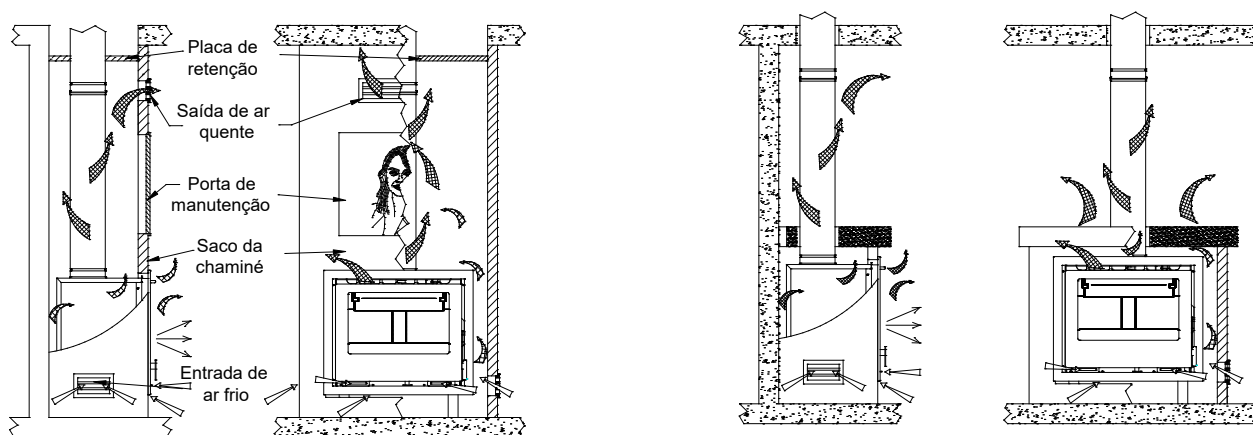

Fig. 5 – Detalhe de instalação
A colocação de uma grelha de ar quente na parte superior do saco de chaminé, uma placa de retenção na parte superior da chaminé e uma entrada de ar na parte inferior da instalação, conforme o esquema da Fig. 5, contribui para que o ar que é aquecido, em torno da conduta de gases, circule para dentro da habitação aumentando muito o rendimento da instalação.
- ⓘ A existência de uma saída de ar quente na parte superior da campânula e entrada de ar na parte inferior (Fig. 5) contribui para o aumento do rendimento da instalação.